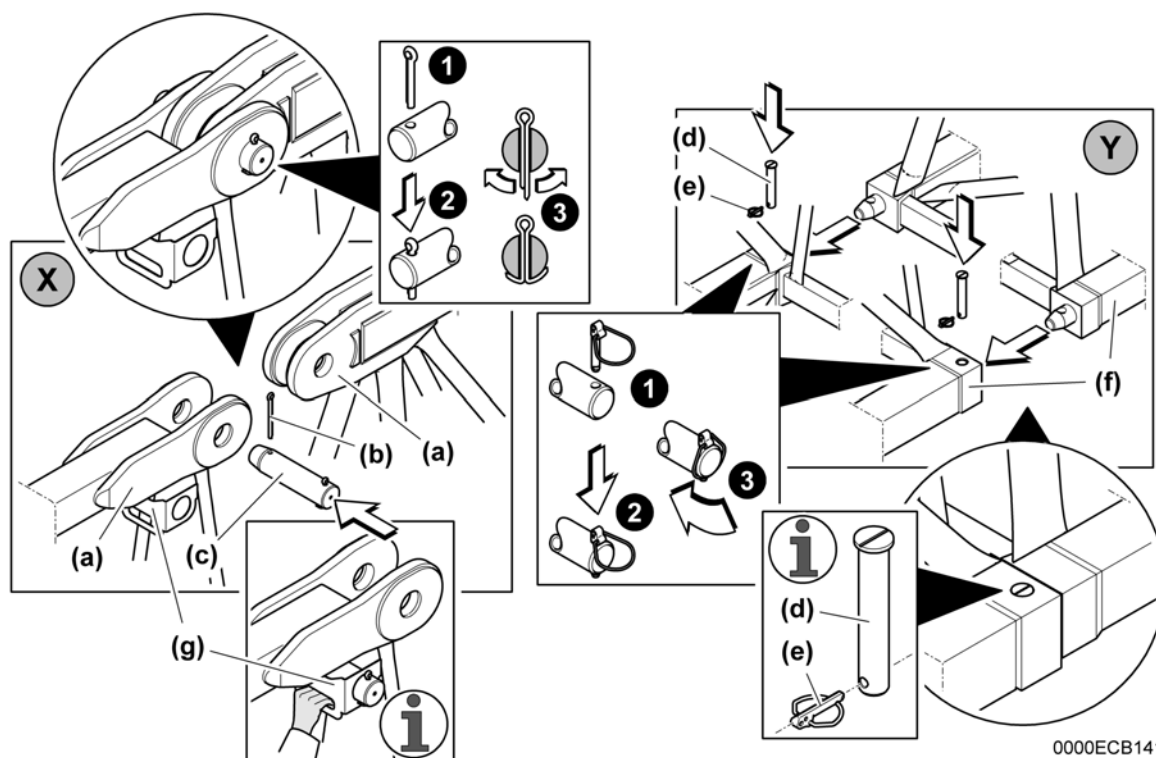

Fig. 6-103 Auslegerteile verbinden
- ▶ Auslegerteile (h) (ohne Ausleger-Anlenkstück) entsprechend dem Anordnungsplan (Weitere Informationen siehe: Kap. »Ausleger-Zusammenstellung«) verbolzen und sichern. Vorgehensweise siehe: Fig. 6-103. (3)
- ▶ Ausleger-Anlenkstück (i) mit Auslegerteil (k) verbolzen und sichern. Vorgehensweise siehe: Fig. 6-103. (5)